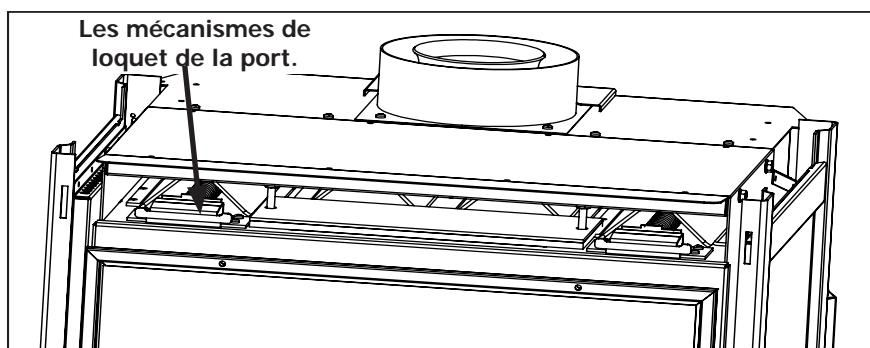
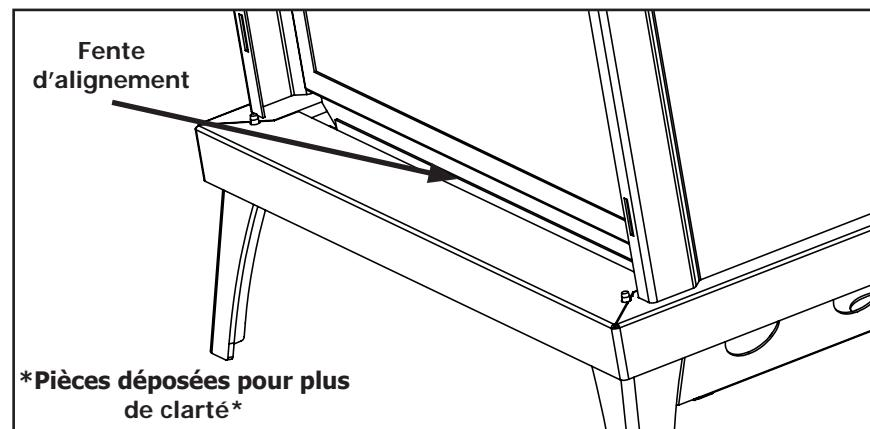

Figure 9. Loquets de la porte de verre (avant de l'armoire avec le haut enlevée)
Figure 10. Fente d'alignement inférieur de porte en verre.
Afin d'installer les bûches, et pour le nettoyage régulier, la porte en verre doit être retiré. Le cabinet doit d'abord être déposé avant, comme décrit dans la section ci-dessus, avant d'accéder aux loquets de portière. Il existe deux (2) mécanismes de loquet de porte sur la porte vitrée supérieure comme illustré à la figure 9. Chaque loquet peut être tiré en ligne droite et jusqu'à la main. Lorsque la partie supérieure, le décroché des loquets porte peut être levé hors de la fente d'alignement en bas de la Firebox, illustré à la Figure 10.